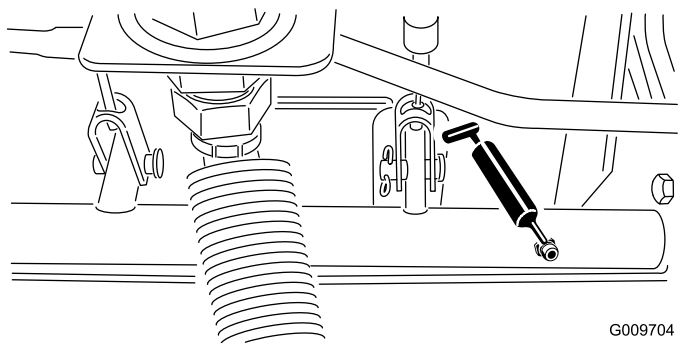

Рисунок 36
- Шарнирные опоры вала тормоза (5 шт.), как показано на Рисунок 36